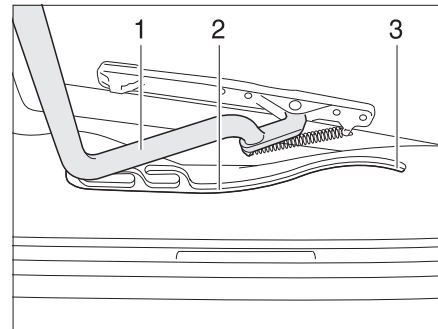

Bild 89 Heki-Dachhaube, Führung
■ Den Bügel (Bild 89,1) in den Führungen (Bild 89,2) bis in die hinterste Position (Bild 89,3) ziehen.
Schließen: ■ Den Bügel (Bild 89,1) mit beiden Händen leicht nach oben drücken.
- Den Bügel in den Führungen (Bild 89,2) bis zur gewünschten Stellung ziehen.